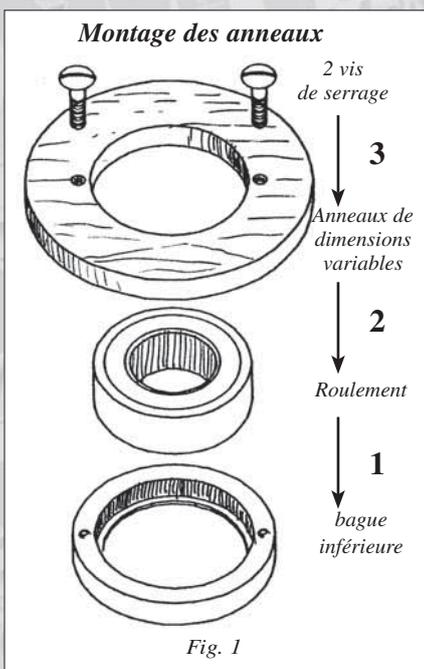

Fig. 1
- Choisissez l'anneau du diamètre qui vous intéresse et montez-le comme indiqué en figure 1.